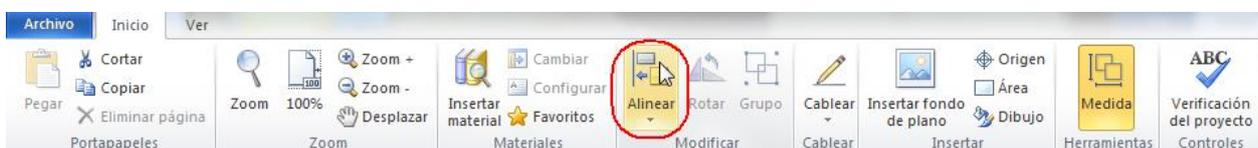
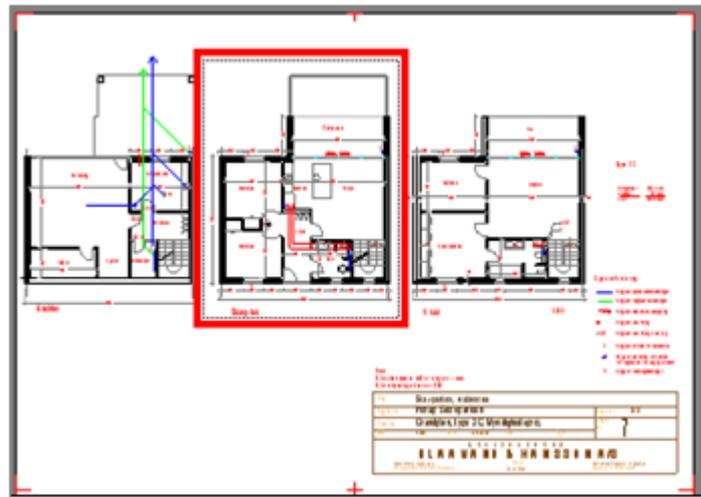

Fig. 5.
Fig. 6.
- Para alinear la parte deseada del dibujo, haga clic en **Alinear** (fig. 5) y marca la parte que va a ser guardada (Fig. 6).